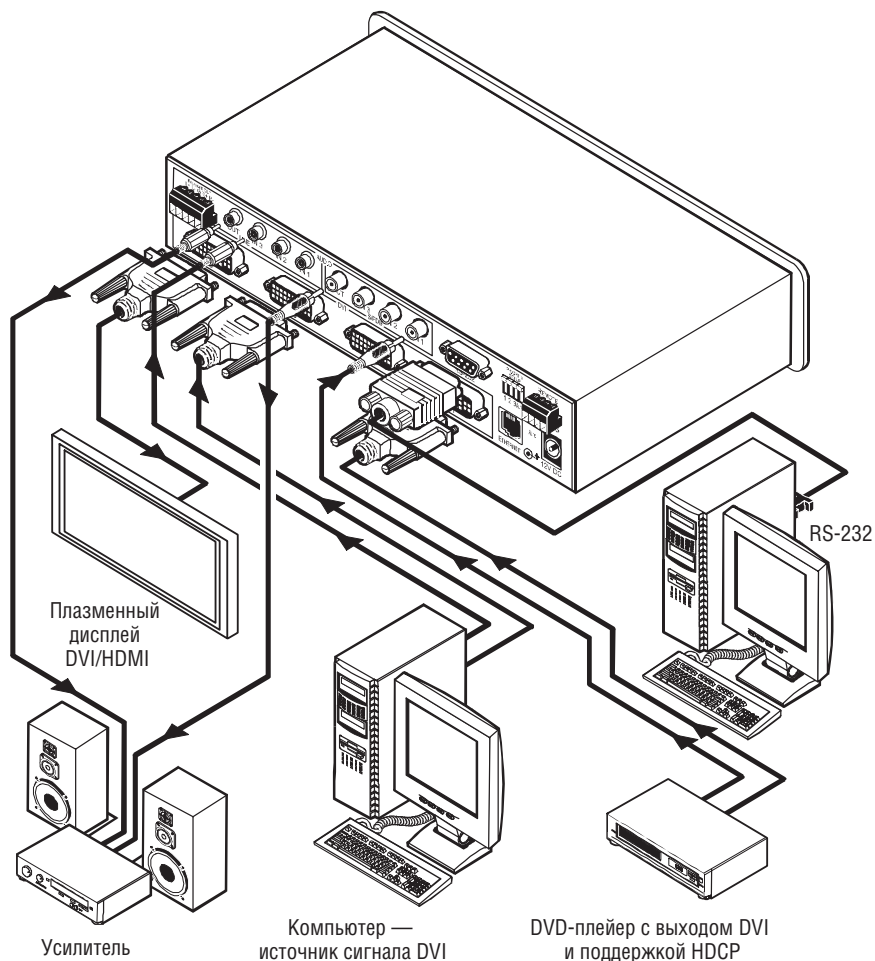

Рис. 2. Подключение источников и приемников сигнала к VP-311DVI
Подключение источников и приемников сигнала к **VP-311DVI** иллюстрируется рис. 2. Нет необходимости подключать все входы коммутатора.
8. При необходимости подключите ключи дистанционного управления (не показаны на рис. 2, см. раздел 5.2).